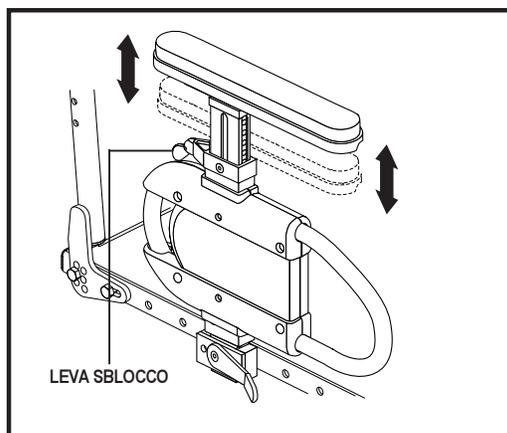

Figura 16. Regolazione altezza parte superiore bracciolo inseribile con regolazione rapida altezza
I braccioli inseribili con regolazione rapida altezza sono rimovibili come i braccioli inseribili ad alta resistenza. Inoltre, il cuscinetto per il braccio può essere sollevato o abbassato mediante una leva di rilascio ubicata proprio sotto il cuscinetto. Vedere figura 16.
1. Girare la leva di rilascio verso l'interno o verso l'esterno. Vedere figura 16.